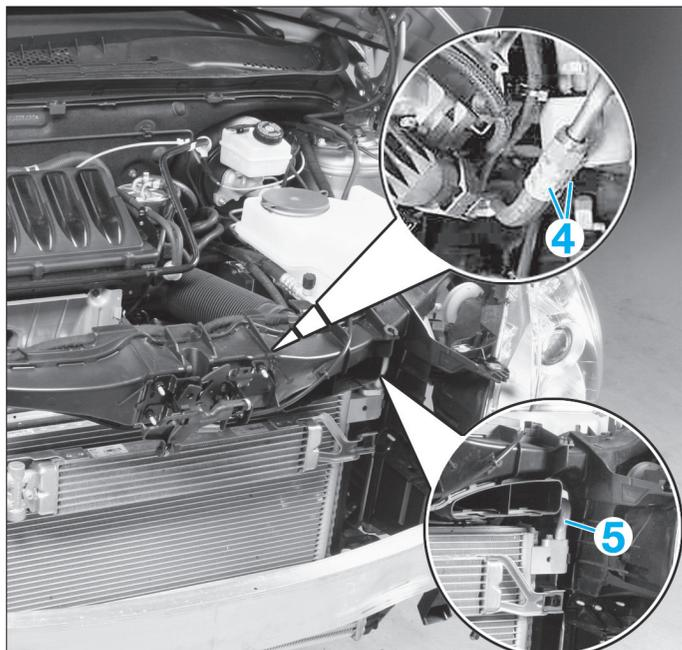

FIG. 42
- **Véhicule avec boîte de vitesses automatique**, déposer les vis (4) des conduites de boîte (Fig.42).